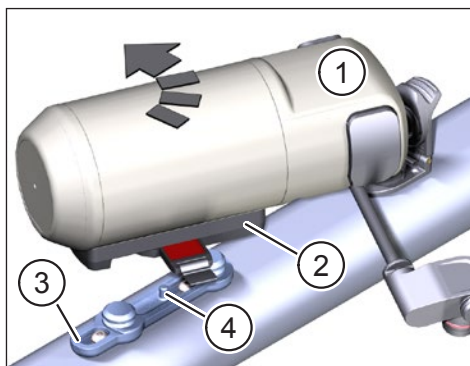

Fig. 4: Pose du Range Extender
- Placez le Range Extender (élément 1 Fig. 4) fixé au FIDLOCK® Force Connector (élément 2 Fig. 4) en biais sur le FIDLOCK® Bike Base (élément 3 Fig. 4) au-dessus. Lors de la mise en place, le mandrin (élément 4 Fig. 4) sur le FIDLOCK® Bike Base doit glisser dans le logement correspondant du FIDLOCK® Force Connector. Les aimants aident à la mise en place et le Range Extender doit s'emboîter automatiquement en émettant un clic audible.